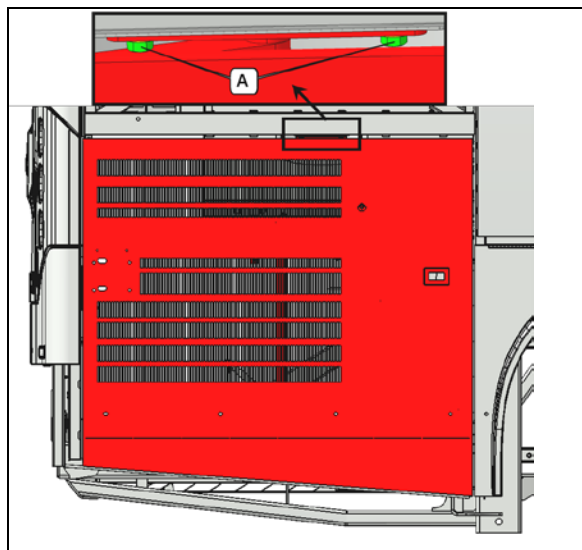

Figure 111:
2. S'assurer que les boulons A sont serrés (Figure 111:).